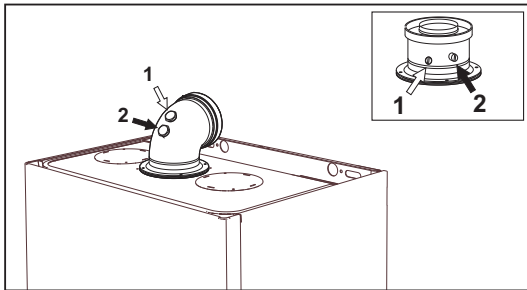

fig. 30 - Análisis de la combustión
Es posible efectuar el análisis de la combustión en los puntos de toma de aire (2) y humos (1) representados en fig. 30.